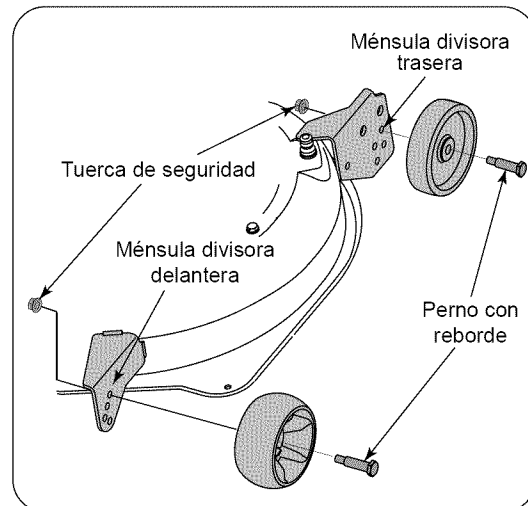

Figura 12
- $\frac{1}{2}$ " por sobre el suelo. Sujete la rueda esférica a la ménsula divisora con el perno con reborde. Tome nota del orificio de posicionamiento utilizado y sujete la otra rueda esférica en la misma posición. Vea la Figura 12.
- Únicamente en las plataformas de 50", extraiga los pernos con borde que sujetan una rueda calibradora trasera a la ménsula divisora posterior. Reposicione la rueda para alinearla con uno de cuatro orificios de posicionamiento que colocan a la rueda  $\frac{1}{4}$ " a  $\frac{1}{2}$ " por sobre el suelo. Sujete la rueda con el perno con reborde. Ajuste la otra rueda calibradora trasera en la misma posición de la otra ménsula divisora trasera. Vea la Figura 12.